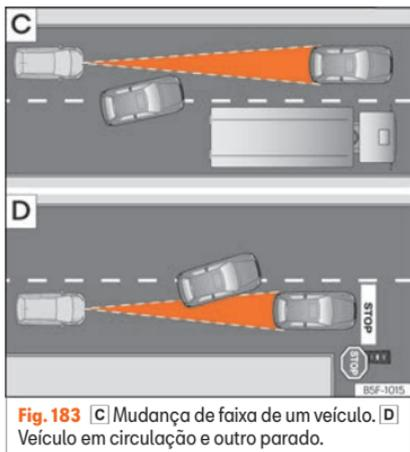

Fig. 183 [C] Mudança de faixa de um veículo. [D] Veículo em circulação e outro parado.
- Veículos que mudem para a faixa na qual circula a pouca distância do veículo » **Fig. 183 [C].**
O ACC não reage perante veículos detidos. Se, por exemplo, um veículo detetado pelo ACC roda ou se afasta e em sentido contrário se encontra um veículo parado, o ACC não reagirá face a este último » **Fig. 183 [D].**